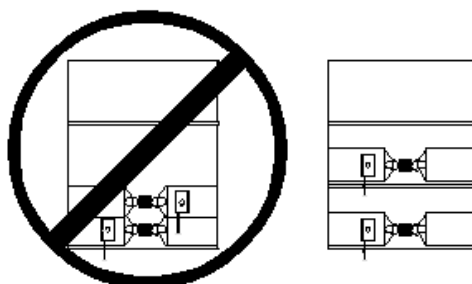

Bild 1: Ein Beispiel von falscher und richtiger Montage
5. Das Produkt darf nicht überlappend verlegt werden, ansonsten können die daraus entstehenden Übertemperaturen das Produkt zerstören. (Siehe Bild 1)